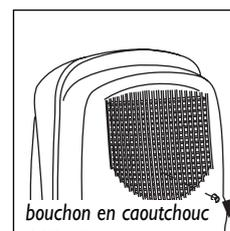

fig. 2
- Percez l'intérieur de l'embout d'évacuation avec une perceuse à mèche fine (Fig. 2).